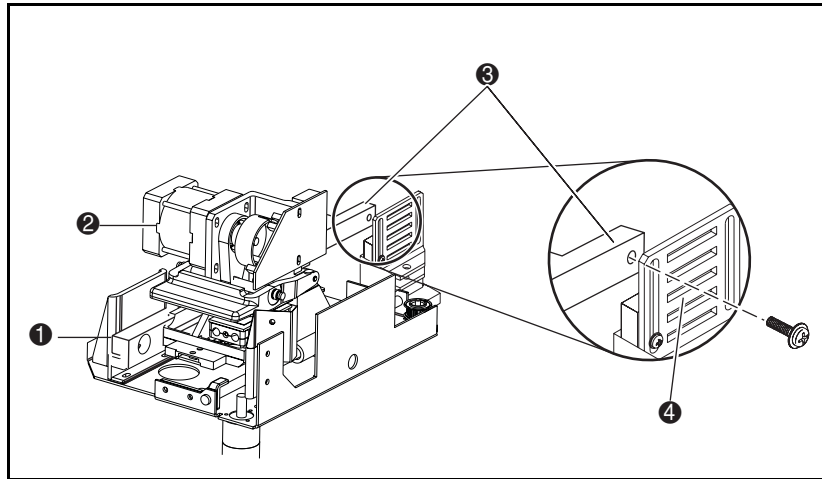

Figure 4-17. Retrait de la vis de fixation de la pince
- a. Retirez les vis qui maintiennent la fixation de la pince à l'attache (④) illustrée à la Figure 4-17 (voir Tableau 4-4).